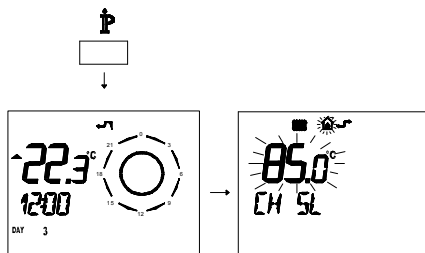

Figura 5.84
- Premere per più di 3 secondi il pulsante per entrare in modalità **INFO** (Figura 5.84).